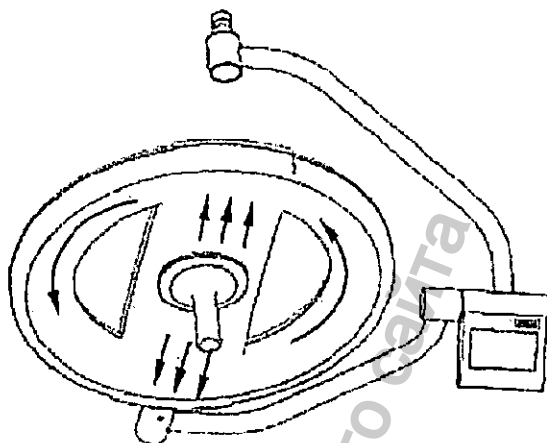

Рисунок 3-1 Чистка стекла
- При чистке и дезинфекции стеклнной части стерилизатора ее следует протирать от центра к краям вокруг стерилизуемой рукоятки, а затем по радиусу, как показано на Рисунок 3-1. Не следует водить тряпкой вперед-назад или по кругу. Невыполнение данного требования может привести к повреждению поверхности стекла.